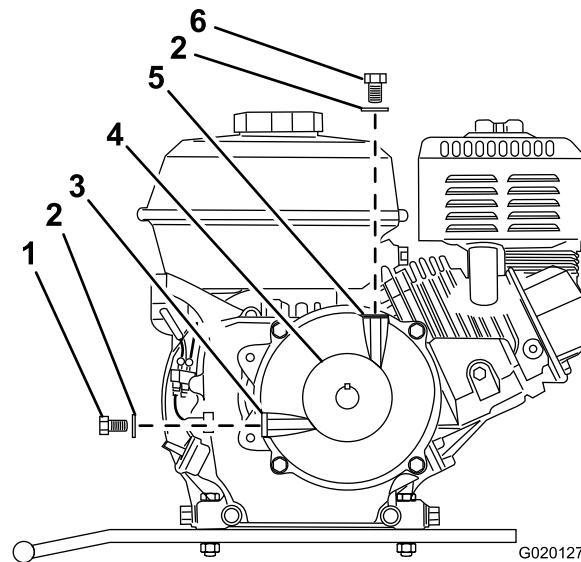

Figura 60
6. Retire el perno y la arandela de llenado del orificio de llenado situado encima de la caja reductora (**Figura 60**).
7. Retire el perno de comprobación del nivel de aceite y la arandela del orificio de nivel de aceite en el lateral de la caja reductora (**Figura 60**).
12. Instale el perno de comprobación del nivel de aceite y la arandela en el orificio de nivel de aceite de la caja reductora y apriete el perno (Figura 60).
13. Instale el perno de llenado y la arandela en el orificio de llenado de la caja reductora y apriete el perno de llenado (Figura 60).